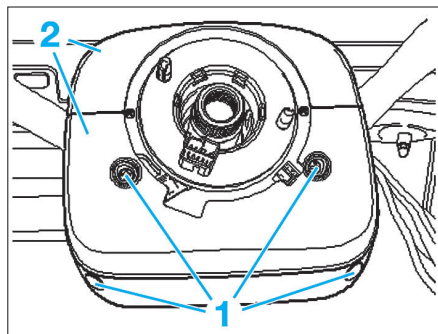

Fig. 2
- les vis de fixation (1) des demi-coquilles (2) de colonne de direction (Fig.2),